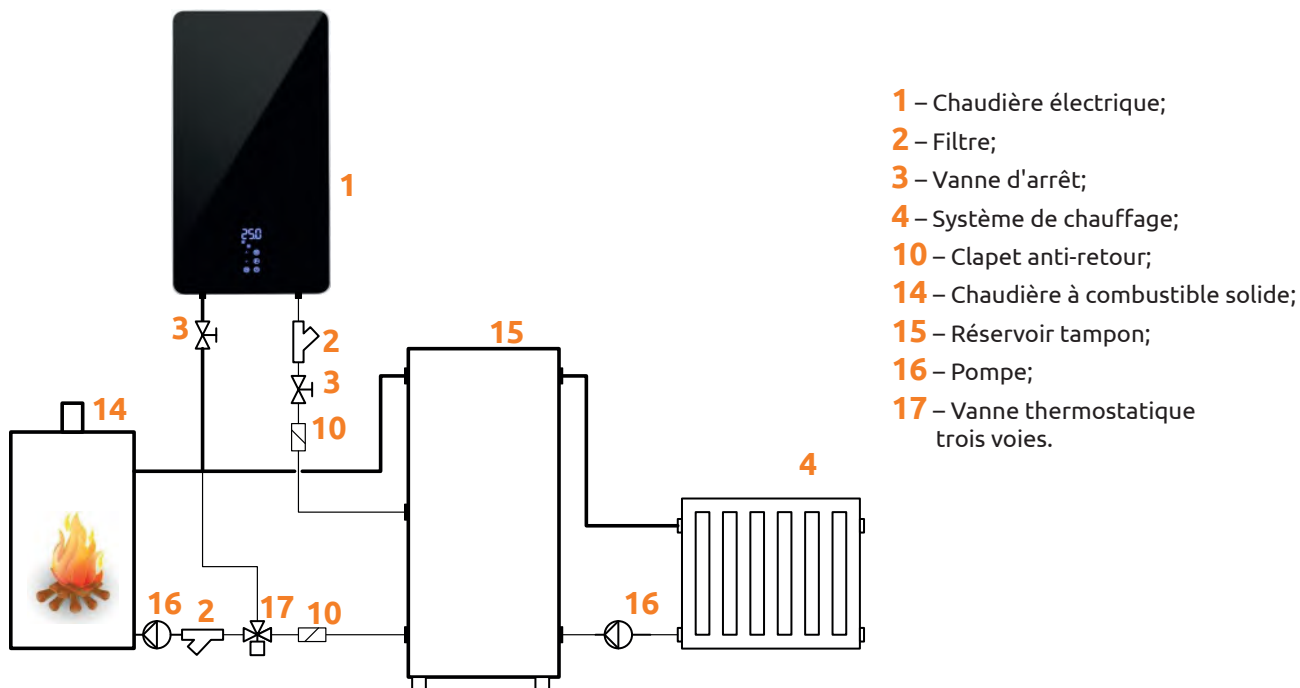

Figure 26 – Schéma de câblage de chaudières électriques et à combustible solide avec un ballon tampon.
- en appuyant sur le bouton 🏠 pendant une seconde (**Figure 26**).